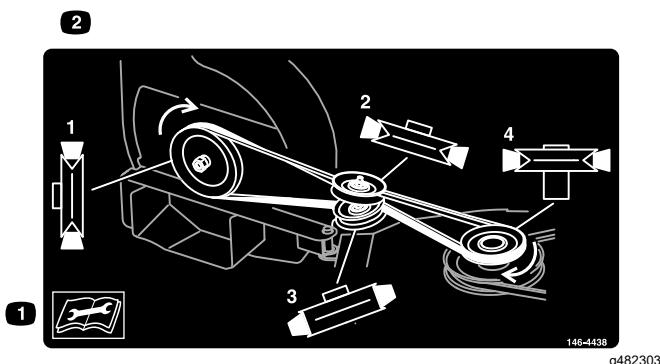

図 5
3. 図 5と図 6 のように、プーリとアイドラアセンブリにベルトを取り付ける。